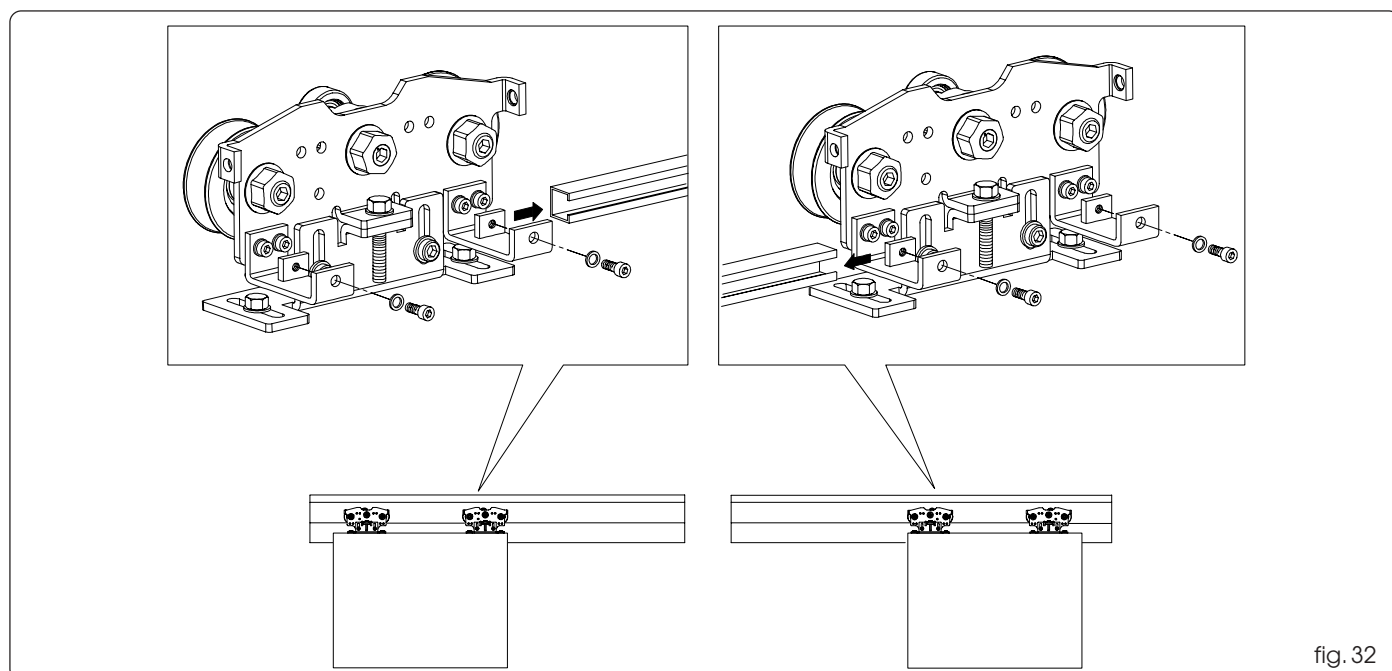

fig. 32
- Amener le vantail en position d'ouverture (fig. 32).
- Introduire deux plaquettes à trou taraudé à l'intérieur de la tige d'actionnement (fig. 32).